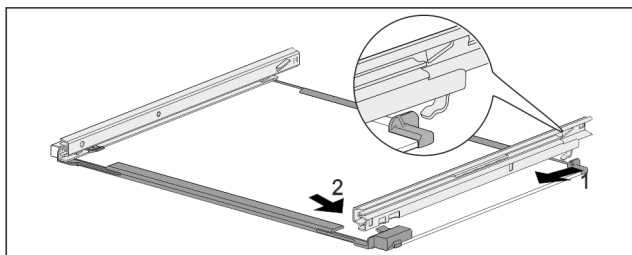

Fig. 178 Glasplatte mit Schienen
- Schiene hinten einhaken. Fig. 178 (1)
- Schiene vorne einrasten. Fig. 178 (2)